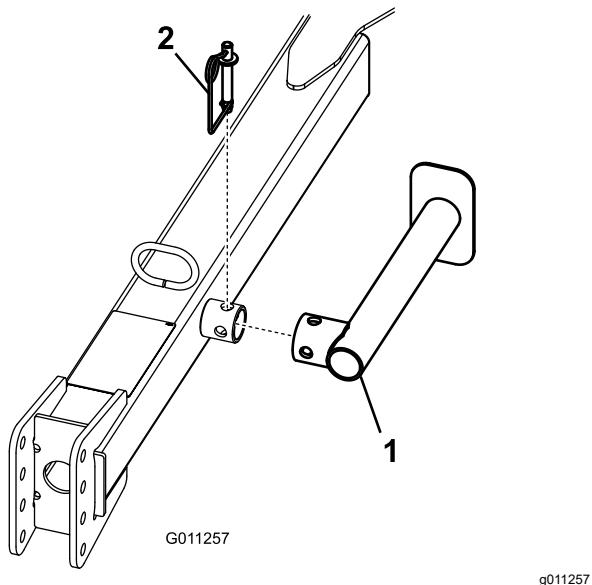

Figura 9
3. Rimuovete il perno a molla, ruotate il cavalletto verso il basso, poi rimontate il perno a molla (Figura 9).